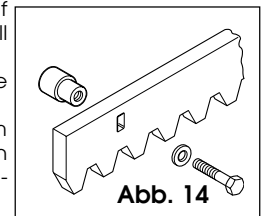

Abb. 14
**4.4.1. ZAHNSTANGE AUSSTAHLZUMANSCHWEISSEN (Abb.14)**